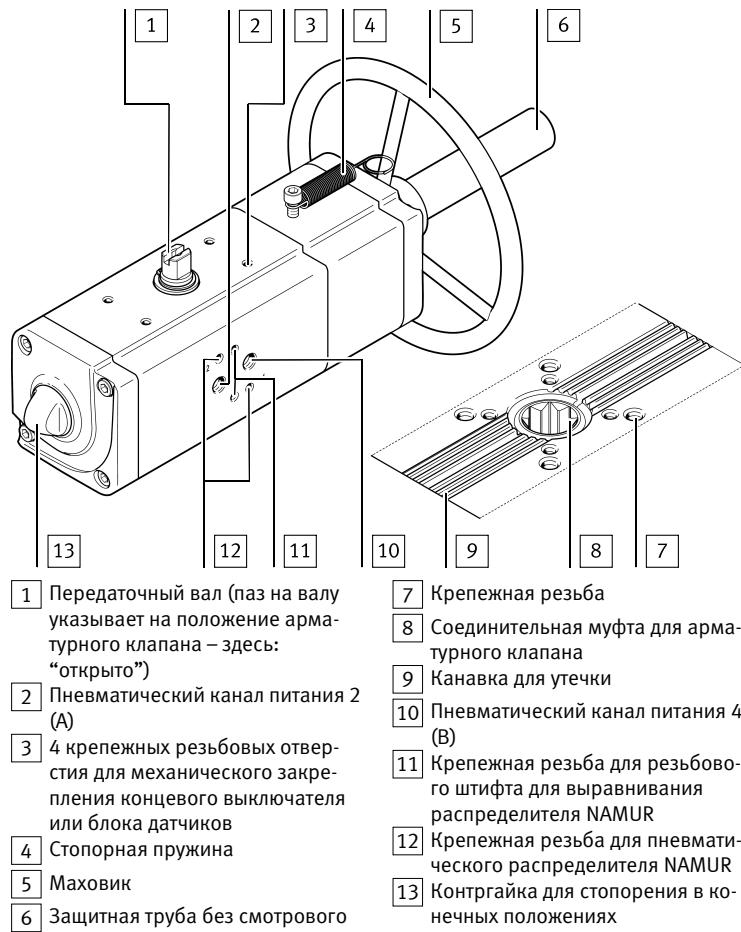

Fig. 1 Конструкция изделия
С двух сторон корпуса наружу выведен вал. Вал передает крутящий момент на арматурный клапан (→ Fig.1, [8]). Дополнительно можно смонтировать концевой выключатель или датчик положения (→ Fig.1, [1]). Фланец для арматурного клапана выполнен по стандарту ISO 5211. Схема расположения отверстий для закрепления клапана на нижней стороне корпуса соответствует VDI/VDE 3845 (NAMUR).
1. Установите поворотный привод на переключающий вал арматурного клапана. Четырехгранный арматурный клапан должен без перекоса располагаться в муфте поворотного привода (→ Fig. 1, [2]).
- Вставьте удлинитель вала (→ Fig.8, [1]). Четырехгранный удлинитель вала должен без перекоса располагаться в муфте поворотного привода (→ Fig.1, [12]).